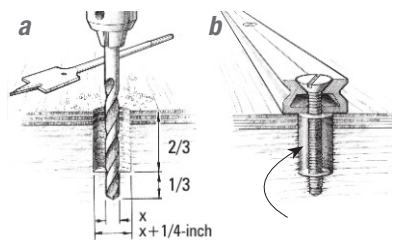

图16 钻出超大孔以增加外露基板面积和紧固件周围的环氧树脂量。
1. 钻出超大孔 $2/3$ - $3/4$ 紧固件的深度。孔直径为 $1/4$ "大于紧固件直径(图16-a)。
5. 用力安装紧固件,以将五金件固定到位。在施加负载到五金件之前,让环氧树脂彻底固化(图16-b)。